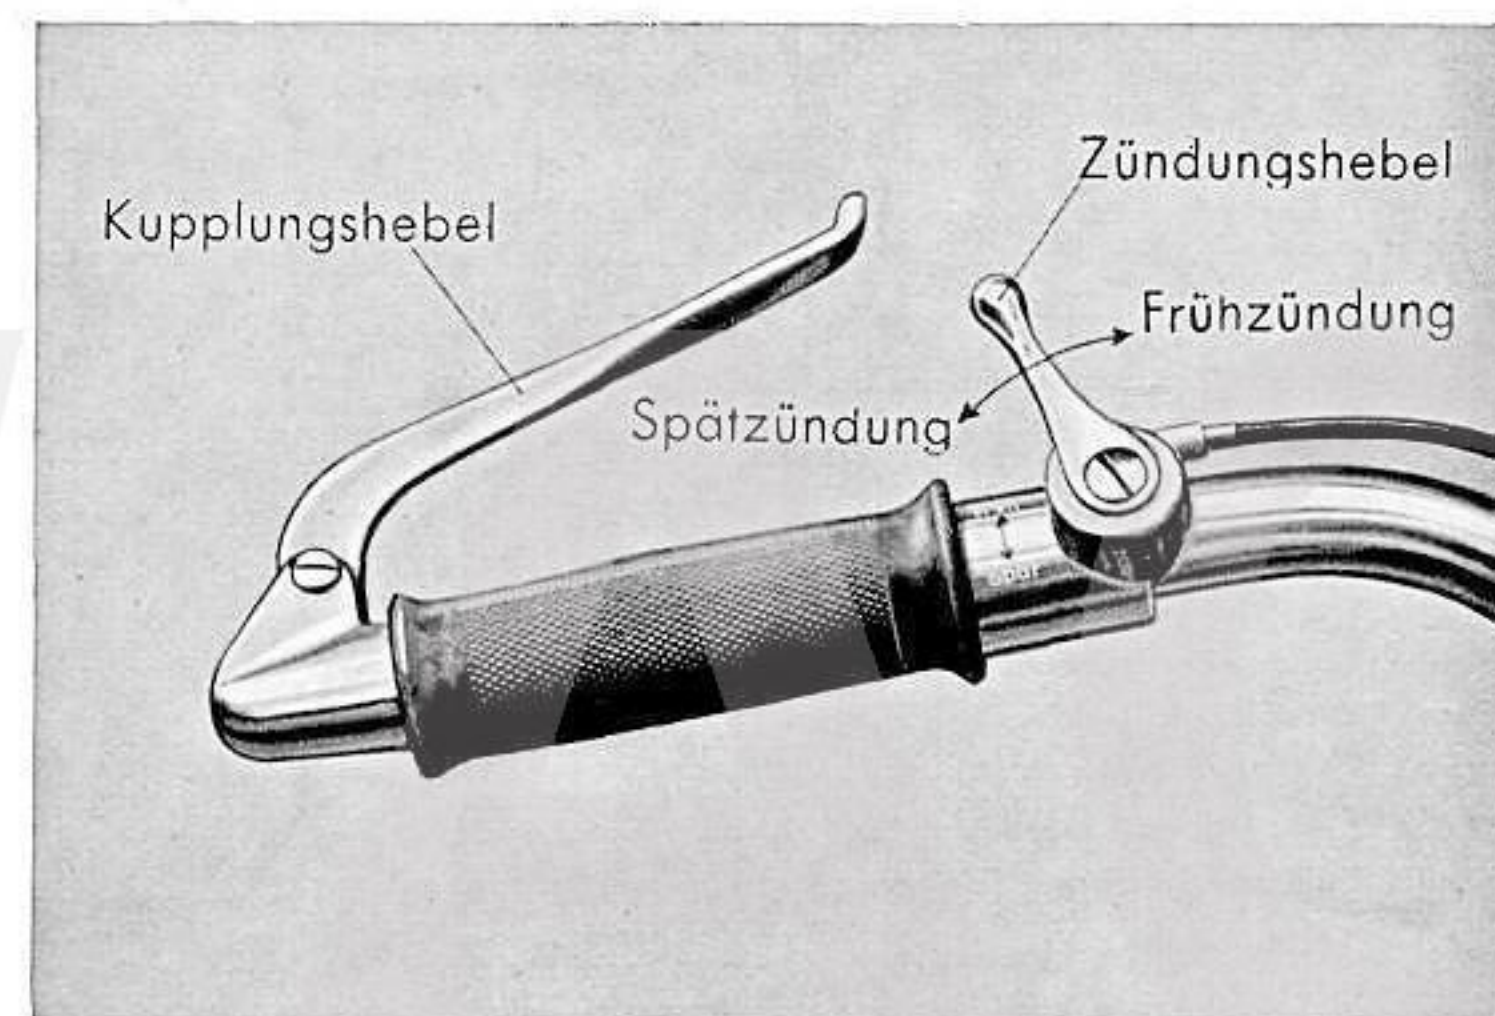

Abb. 5. Linkes Lenkerende
**b) Zündungshebel:** Der Zündungshebel, der mittels Bowdenkabel den Verstellhebel des Unterbrechers betätigt und damit den Zeitpunkt des Abreißen der Unterbrecherkontakte verändert, stellt den Unterbrecher durch Drehen nach vorne auf Frühzündung und durch Drehen nach hinten auf Spätzündung (Abb. 5)